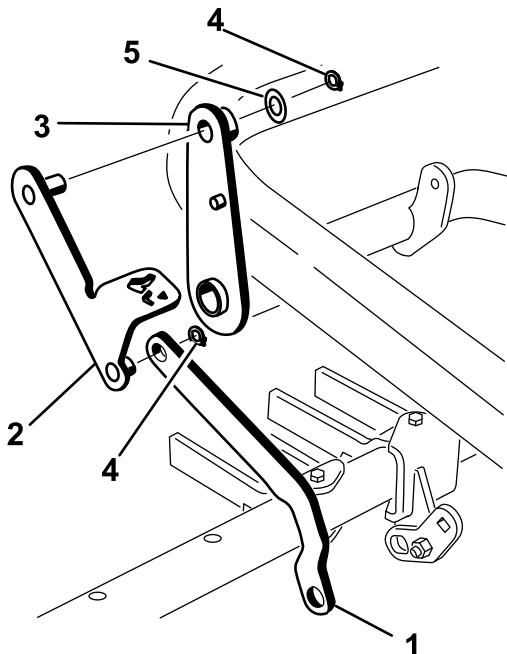

Figura 15
3. Deslide a extremidade da ligação da barra de ferramentas sobre o poste curto do conjunto da alavaca do pedal e prenda-a com um anel de retenção (Figura 15).
4. Instale o poste na outra extremidade do conjunto da alavaca do pedal através da parte superior do conjunto da alavaca e prenda-o utilizando uma anilha ($\frac{1}{8}$ pol.) e um anel de retenção (Figura 15).